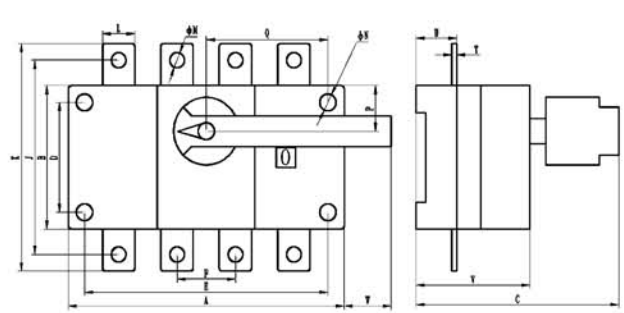

图2
5.2 CKG33-160~630柜内直接操作安装示意图见图2